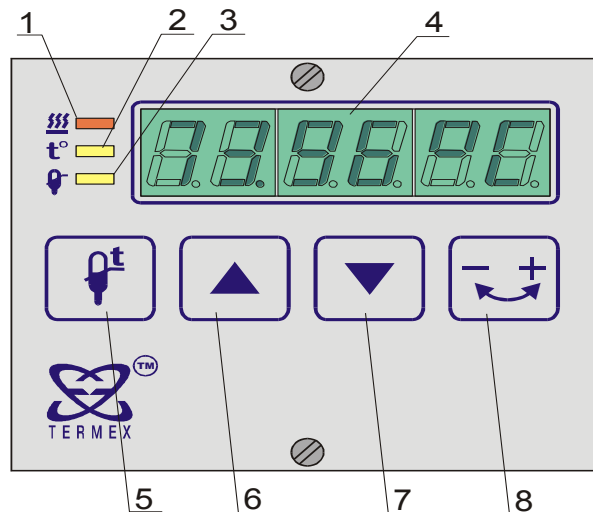

Рисунок 4
На индикаторном табло 4 (рисунок 4) появится текущее значение температуры в виде, например, «17.01», и термостат начнет выход на установленное ранее значение температуры («уставку»).
2.3.2.1 Включить режим «уставки» температуры, нажав кнопку 5 (рисунок 4), при этом загорается индикатор режима установки температуры 3, а на индикаторном табло 4 появится установленное ранее значение, например, «20.00 °С».